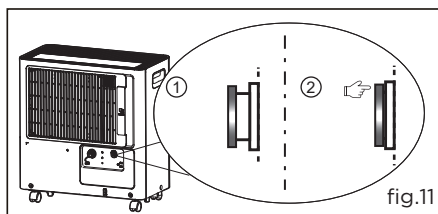

fig.11
- a. Pressez l'anneau de serrage du joint de vidange; (fig.11)